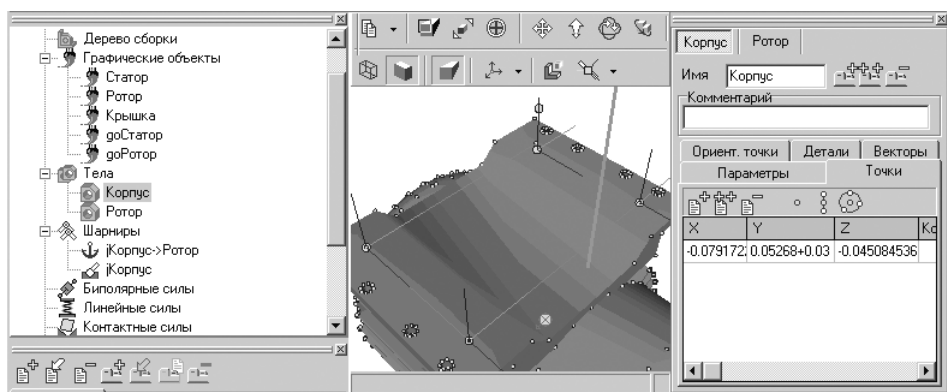

Рис. 2.101. Фрагмент главного окна системы **Универсальный механизм** с результатом добавления второй точки упругого элемента в ненагруженном состоянии
- увеличьте координату начальной точки упругого элемента Y на 3 см (это принятая высота упругого элемента в ненагруженном состоянии). Получим конечную точку первого упругого элемента. Это состояние системы показано на рис. 2.101.